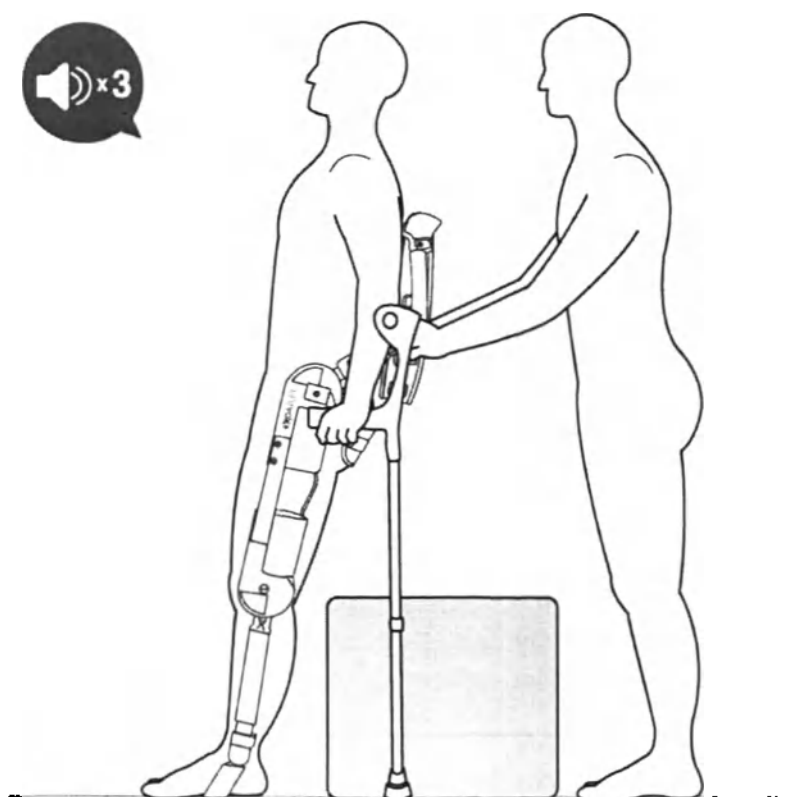

Рисунок 56 – Правильное положение перед приседанием.
- Помочь перенести массу тела пациента чуть назад так, чтобы пациент удерживал себя костылями, поставив их сзади (рисунок 56).